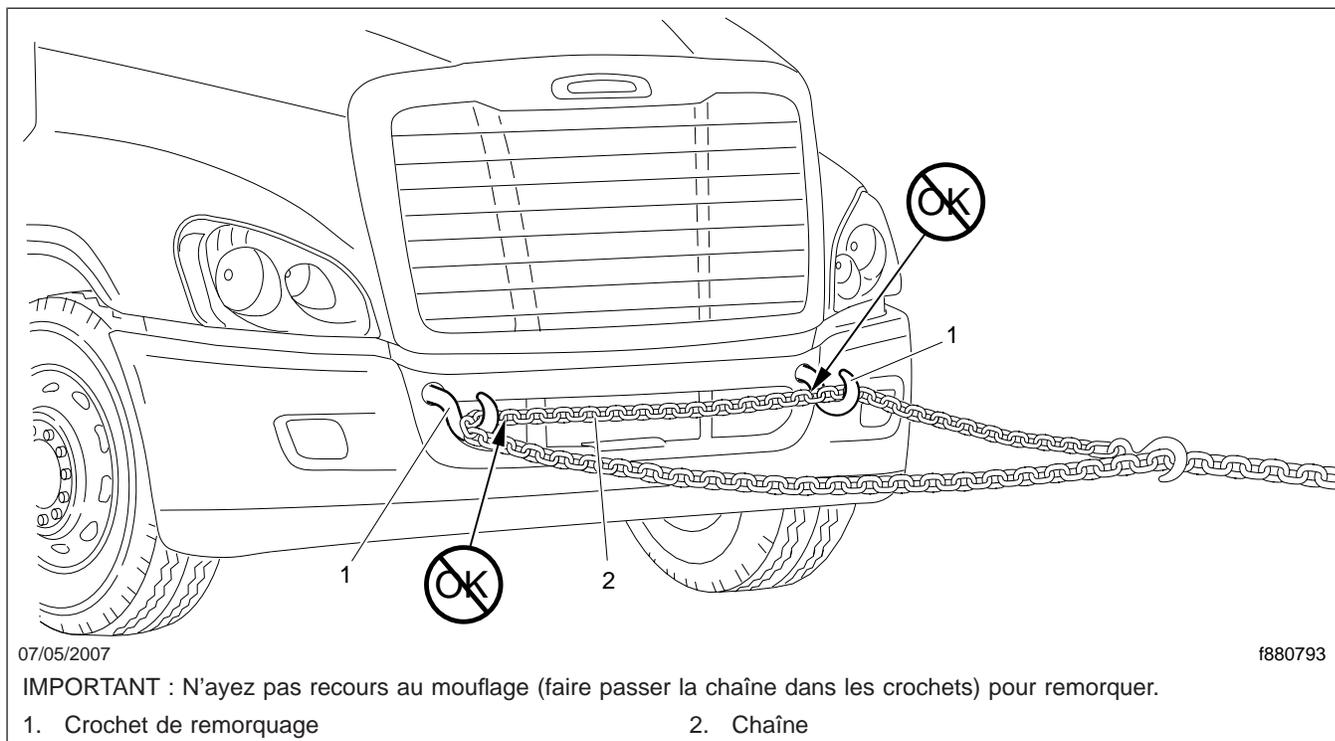

Fig. 24.6, Mouflage
- Raccordez le dispositif de remorquage. Ne faites pas passer une élingue (corde ou chaîne par exemple) d'un crochet de remorquage à un autre pour le bouclage aux fins du remorquage. Cette pratique, appelée « mouflage », n'est pas permise en général dans l'usage industriel du remorquage et du levage. Le mouflage peut surcharger les crochets et causer des dommages au véhicule. Voir la figure 24.6.